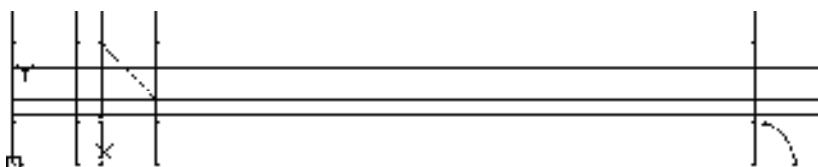

图 10-58 绘制直线和圆弧
- ③ 单击“绘图”工具栏中的“直线”按钮，捕捉偏移线交点，绘制直线。
- ④ 单击“绘图”工具栏中的“圆弧”按钮，绘制半径为“5”的圆弧。结果如图 10-58 所示。